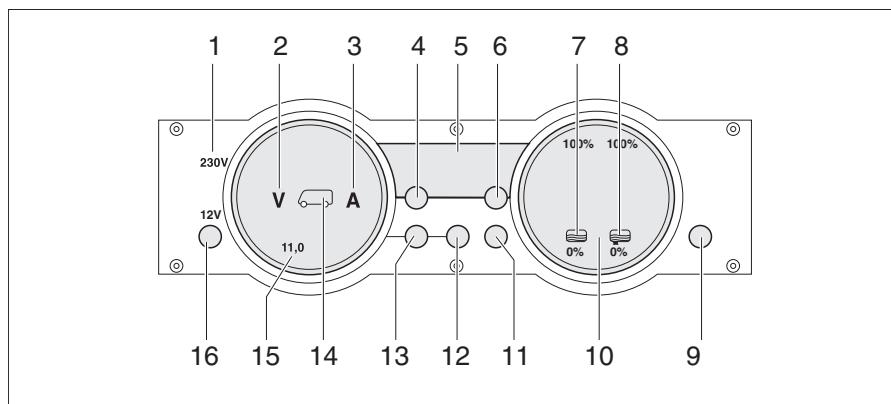

Fig. 271 Pannello di controllo MP 20-S
La spia di controllo 230 V (Fig. 271,1) si accende quando all'ingresso della centrale elettrica è presente una tensione di rete.
L'interruttore principale 12 V (Fig. 271,16) inserisce o disinserisce il pannello di controllo e l'alimentazione a 12 V dell'abitacolo.
- Premere brevemente il tasto "12 V" (Fig. 271,16). L'alimentazione a 12 V dell'abitacolo è inserita. L'indicatore di controllo "12 V" si accende.
- ▷ Se dopo l'accensione il LED "11,0" dell'indicatore dei volt e il simbolo dei Volt "V" (Fig. 271,2) lampeggiano nell'indicatore delle batterie (Fig. 271,15), la tensione della batteria dell'abitacolo è insufficiente. Caricare la batteria.
- ▷ Se dopo l'accensione l'indicatore di controllo "12 V", il simbolo della batteria dell'abitacolo (Fig. 271,14) e il simbolo dei Volt "V" (Fig. 271,2) lampeggiano per tre volte, significa che la separazione della batteria è attivata. Disattivare la separazione della batteria.
- Premere brevemente il tasto "12 V" (Fig. 271,16). L'alimentazione a 12 V dell'abitacolo è disinserita. L'indicatore di controllo "12 V" si spegne.
- Premere il tasto della batteria dell'abitacolo (Fig. 271,12) e tenerlo premuto per circa 10 secondi. Il simbolo dei Volt "V" (Fig. 271,2) e il simbolo degli Ampere "A" (Fig. 271,3) lampeggiano tre volte. La batteria dell'abitacolo è separata dalla rete di bordo a 12 V.
- Premere il tasto "12 V" (Fig. 271,16) e tenerlo premuto per 5 secondi. Il simbolo dei Volt "V" (Fig. 271,2) lampeggia tre volte. La batteria dell'abitacolo è collegata alla rete di bordo a 12 V. L'indicatore di controllo si accende dopo circa 2 secondi.
- Premere il tasto della batteria dell'abitacolo "" (Fig. 271,12). Il simbolo dei Volt "V" (Fig. 271,2) si accende. Il simbolo degli Ampere "A" si accende con luce bianca o rossa a seconda del livello di carica o scarica delle batterie. La tensione della batteria e la corrente della batteria dell'abitacolo sono indicate dai LED sul pannello di controllo.
- Premere il tasto della batteria di avviamento "" (Fig. 271,13). Il simbolo dei Volt "V" (Fig. 271,2) si accende. La tensione della batteria della batteria di avviamento viene indicata attraverso i LED nell'indicatore.
- Premere il tasto dei serbatoi " " (Fig. 271,11). I simboli del serbatoio dell'acqua " " (Fig. 271,7) e del serbatoio delle acque grigie " " (Fig. 271,8) si accendono. I livelli di riempimento del serbatoio dell'acqua (scala a sinistra) e del serbatoio delle acque grigie (scala a destra) vengono visualizzati mediante i LED nell'indicatore.
Il simbolo Volt "V" (Fig. 271,2) e il LED "11,0" iniziano a lampeggiare non appena la tensione della batteria scende al di sotto di 11 V (misurazione durante il normale esercizio) con conseguente rischio che la batteria si scarichi totalmente.
Il simbolo del serbatoio dell'acqua "☵" (Fig. 271,7) o il simbolo del serbatoio delle acque grigie " {{\$}}" (Fig. 271,8) lampeggia se il serbatoio dell'acqua è vuoto o il serbatoio delle acque grigie è pieno.